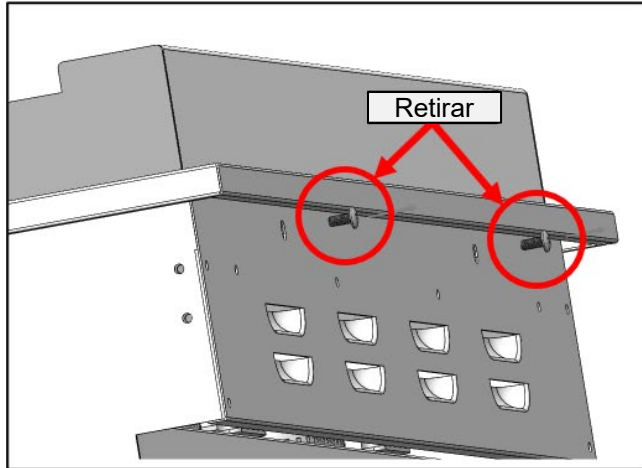

Ilustración 9 Retirar la placa de la plancha
- a. Retire los dos tornillos de transporte como se muestra en la Ilustración 9 (izquierda) y guárdelos en un lugar seguro.